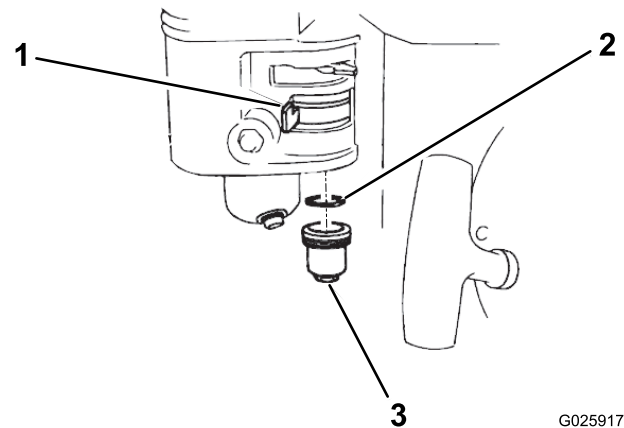

Figura 34
1. Mueva la válvula de combustible a la posición de CERRADO, luego retire la taza de sedimentos y la junta tórica (Figura 34).